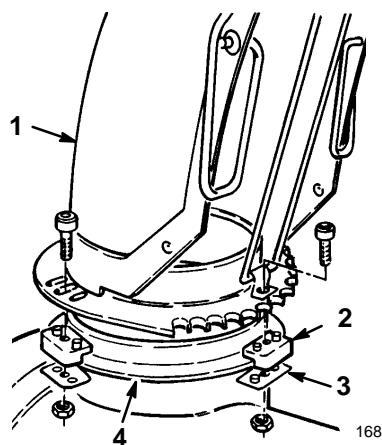

Figure 6
1. Enduez la couronne d'éjecteur d'une légère couche de graisse pour basse température (Fig. 6).
3. Veillez à bien insérer les ergots des cales dans les trous de la base de l'éjecteur (Fig. 6).
4. Serrez la vis à métaux et son écrou, du côté gauche, jusqu'à ce que la plaque de retenue de l'éjecteur se trouve contre la cale d'éjecteur en matière plastique et que l'éjecteur soit fixée à la couronne (Fig. 6).